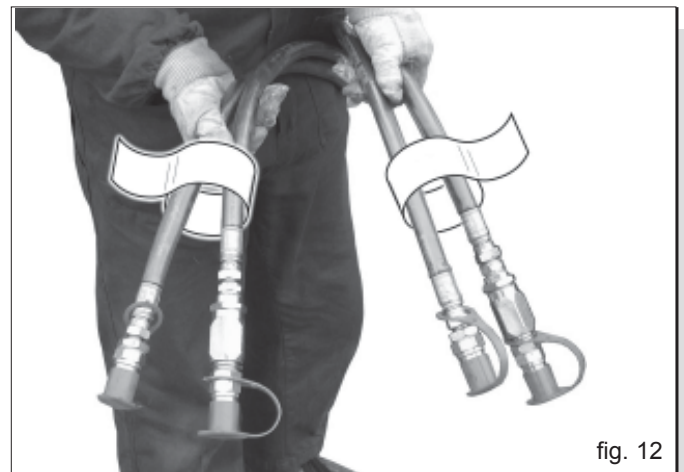

fig. 12
- 6) Conecte correctamente los tubos hidráulicos a los distribuidores del tractor (véase capítulo 3.1), siguiendo las indicaciones presentes en cada tubo (Fig. 12).